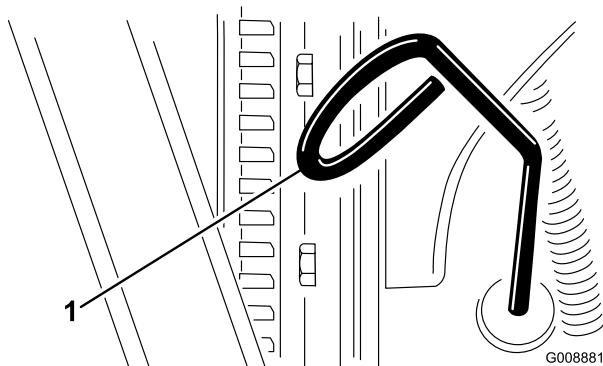

図 20
2. ディップスティック（図 20）を抜き、ウェスで一度きれいに拭く。